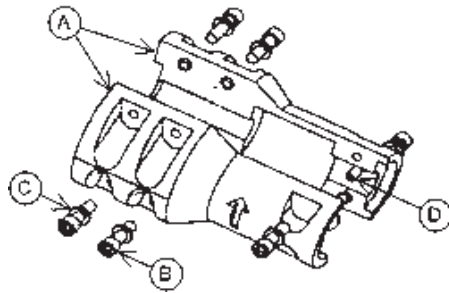

Figure 3 — Accouplement
2. Fixer le moteur à l'adaptateur avec les quatre (4) vis à tête hexagonale fournies avec la pompe. Les serrer au couple pertinent (v. Données techniques, page 8).
3. Désassembler l'accouplement livré avec la pompe : enlever les six (6) vis d'assemblage à 6 pans creux et rondelles de blocage, ainsi que la goupille de positionnement placée entre les demi-accouplements (fig. 3). Conserver vis, rondelles et goupille pour le remontage.